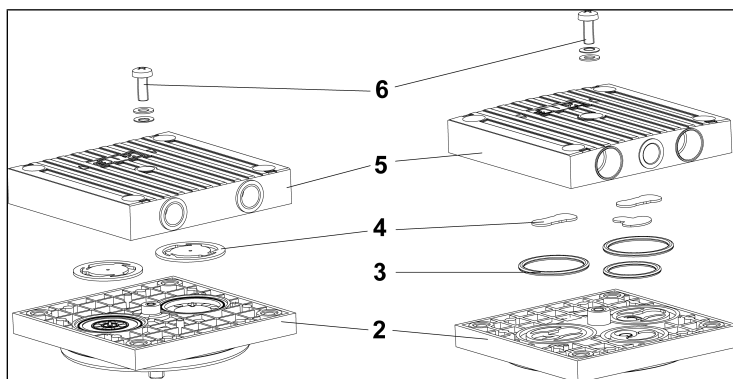

Fig.11: Vista esplosa della testa della pompa
9. Da entrambe le teste allentare la rispettiva vite con testa (6/ Fig. 11) nel coperchio testa (5/ Fig. 11).
10. Rimuovere il coperchio testa dalla piastra intermedia (2/ Fig. 11).
1. Rimuovere dalle piastre intermedie (2/ Fig. 11) le valvole (4/ Fig. 11).
Rimuovere gli O-ring (3/ Fig. 11).
3. Inserire le nuove valvole (**4**/Fig. 11) nelle piastre intermedie (**2**/Fig. 11).
Introdurre i nuovi O-ring (**3**/Fig. 11) nelle piastre intermedie (**2**/Fig. 11).
5. Applicare il coperchio testa (**5**/Fig. 11) sulle piastre intermedie (**2**/Fig. 11) conformemente ai tratti a pennarello (**M**/Fig. 8).
6. Con cautela, su entrambe le teste avvitare leggermente a mano la vite con testa del coperchio testa (**6**/Fig. 11) (coppia di serraggio: 60 Ncm).